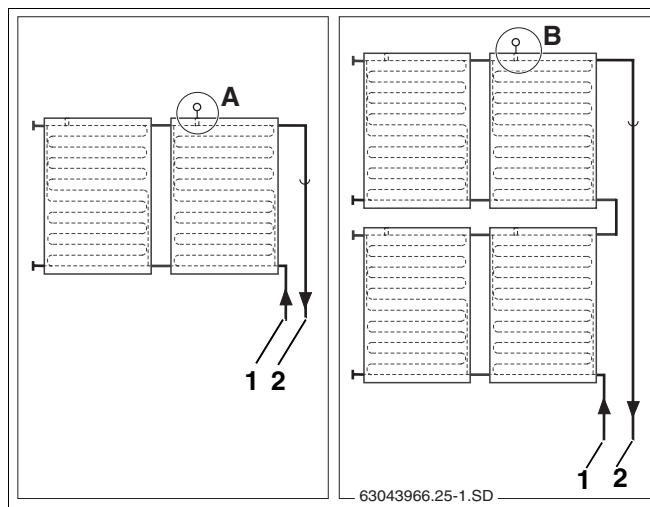

Fig. 50 Local de instalação do sensor do colector (apresentação esquemática)
Atenção ao local de instalação nos sistemas de colectores de uma ou de duas filas (fig. 50).
O sensor do colector deve ser instalado ao colector com a tubagem de avanço ligada (fig. 50, **item 2**).
- Local de instalação (fig. 50, **item A**) nos sistemas de colectores de uma fila.
- Local de instalação (fig. 50, **item B**) nos sistemas de colectores de duas filas.